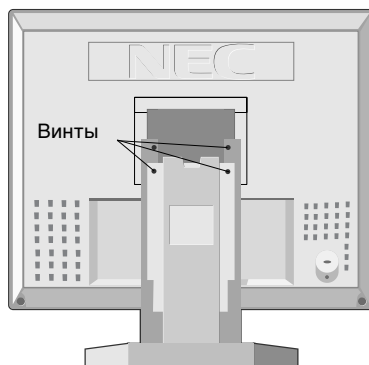

Рисунок R.2
ПРИМЕЧАНИЕ: Для облегчения снятия крышки кабеля или кабеля видеосигнала поставьте монитор экраном вниз. (**Рисунок R.2**)
3. Положите монитор экраном вниз на неабразивную поверхность. (Поместите экран на 32-мм платформу так, чтобы отверстия на подставке совместились с отверстиями для винтов) (**Рисунок R.2**).
4. Отвинтите 4 винта, крепящие монитор к подставке, и поднимите сборную подставку (**Рисунок R.2**). Теперь монитор готов к установке в другом положении.